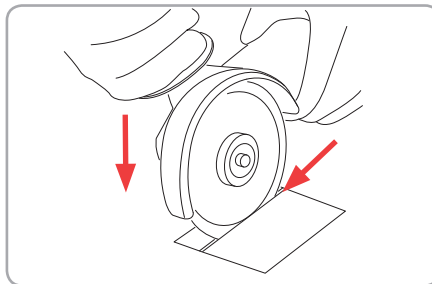

Fig.12
- Scula trebuie condusă întotdeauna în contrasens față de sensul de rotație al discului. În caz contrar există pericolul ca aceasta să fie împinsă afara din tăietură în mod necontrolat. Fig. 12.